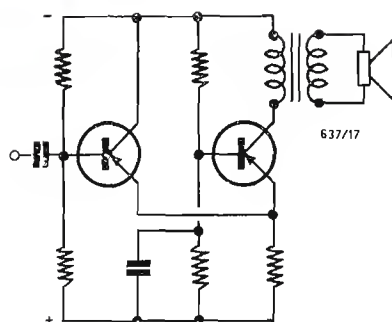

Fig. 12 - Stadio finale base comune.
$I_E \text{ max} = 0,9 + 0,25 = 1,15 \text{ A}$ , per ottenere una tale corrente occorre un transistor di potenza con uscita di emettitore. È evidente che in questo circuito si ha interesse ad usare un transistor ad alto guadagno in corrente per il pilotaggio e medio guadagno per il finale. Per evitare grosse capacità è opportuno ricorrere all'accoppiamento diretto come nella fig. 12.
In pratica esso richiede un amplificatore simile a quello progettato in fig. 11(1) più un altro stadio di potenza (fig. 12).